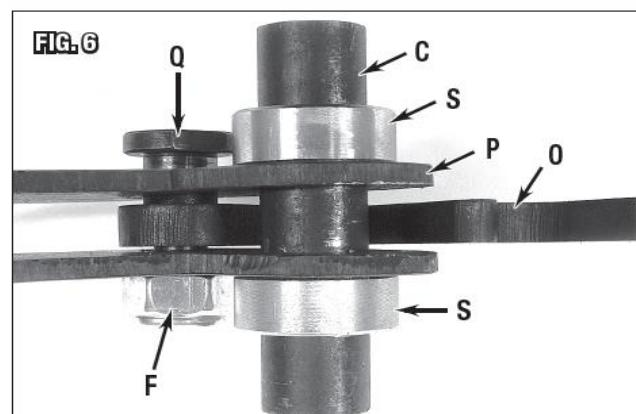

Рис. 6
1. Вставить распорную втулку Ø1"x4" [Ø26x102 мм] в отверстия в узел трещотка/рычаг и надвинуть до буртиков вала (S) по обе стороны (Рис. 6).